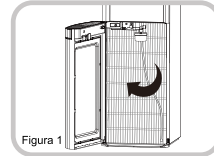

Figura 1
2. Abra la puerta del dispensador. (Figura 1)